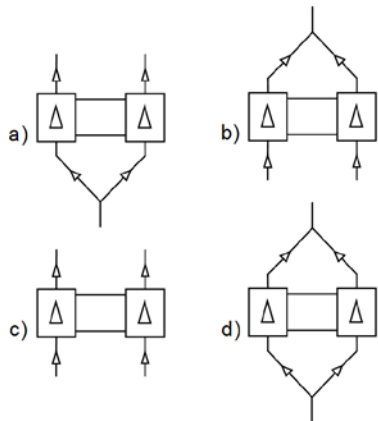

Fig. 8: Verschlauungsmöglichkeiten für NFB-Versionen
- ➔ Pumpenköpfe parallel verschlauchen (siehe Fig. 8)